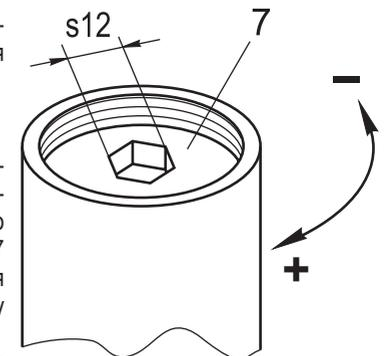

Рис. 6
4.3 Настройка выходного давления (рис. 6).